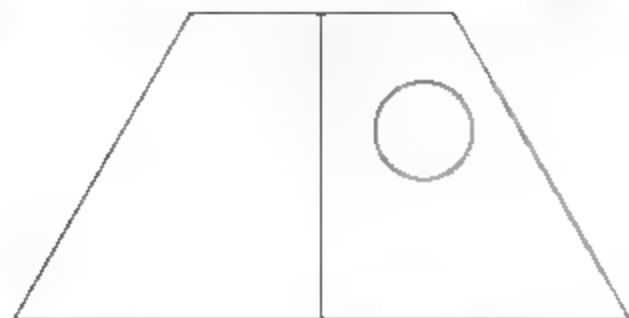

图8-143 绘制圆形
- 07 调用C【圆】命令，绘制半径为55的圆形，结果如图8-143所示。